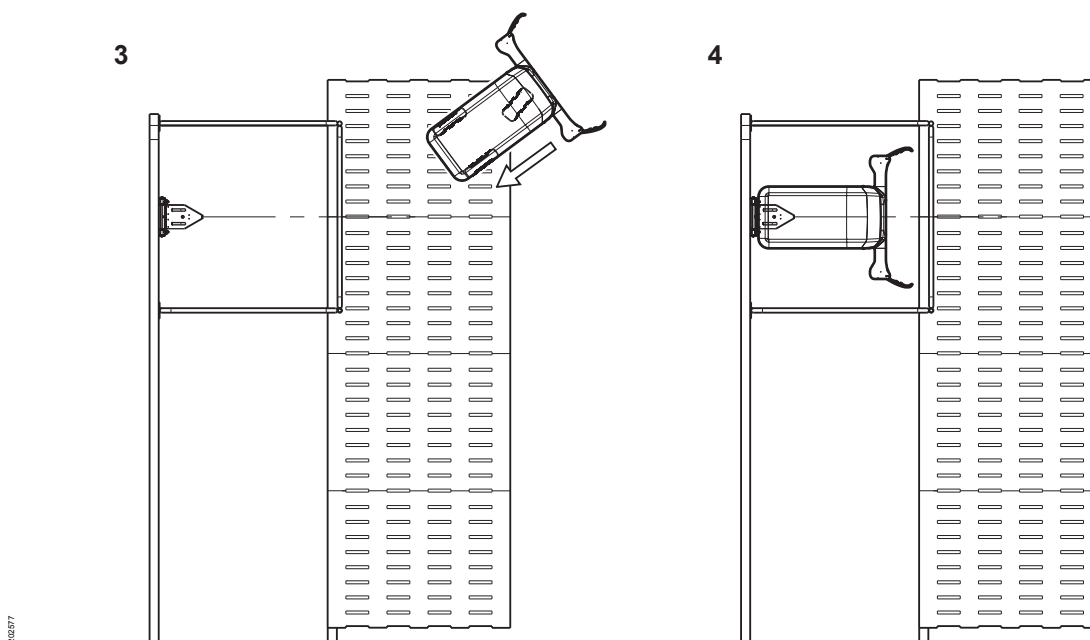

Fig. 31: Parkere robotskrapen.
8. Rygg mot ladestasjonen. Se 3 under Fig. 31.
9. Parker robotskrapen i midten og parallelt med sidene til ladestasjonen. Se 4 under Fig. 31.